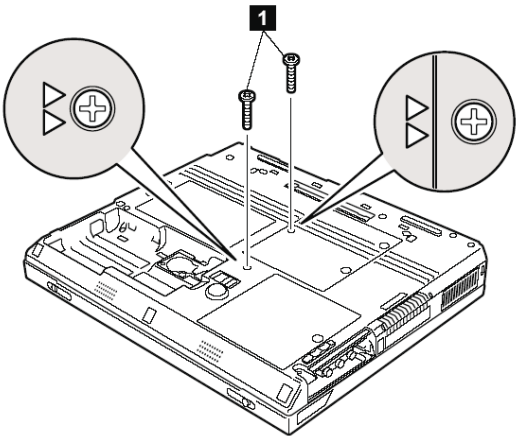

图 6-18 拆卸键盘固定螺钉
1) 拆卸键盘需要特别小心，容易使键盘变形或连接线损坏。首先拆卸背盖上的两颗键盘螺钉，在这两颗螺钉旁边有两个小箭头，如图 6-18 所示。